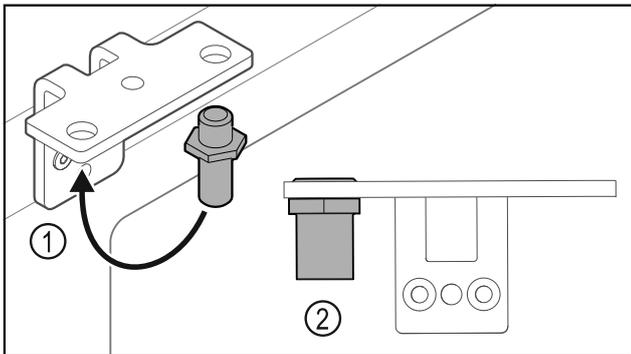

Fig. 34
- ▶ Преместете болта Fig. 34 (1) в ъгла на пантата.
- ▶ Затегнете болта Fig. 34 (2) с **въртящ момент от 12 Nm**.